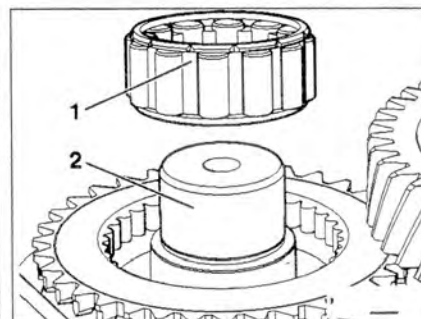

Рис. 5.43. Установите подшипник 1 первичного вала на вторичный вал 2.
26. Установите подшипник 1 первичного вала на вторичный вал 2 (рис. 5.43).